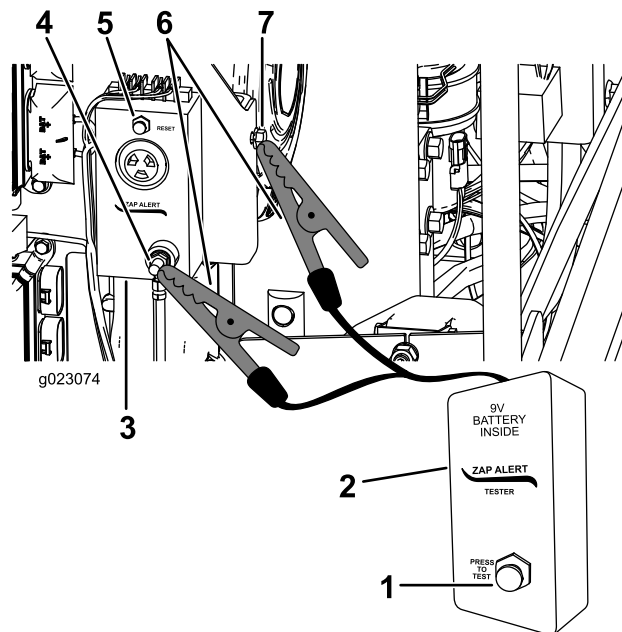

Figura 33
3. Conecte uma das garras jacaré do aparelho de teste do Zap-alert ao terminal de aterramento do sistema Zap-alert (Figura 33).
5. Pressione o botão de TESTE no aparelho de teste do Zap-alert (Figura 33).
6. Pressione o botão de REARME DO ZAP-ALERT para suprimir o alarme (Figura 33).